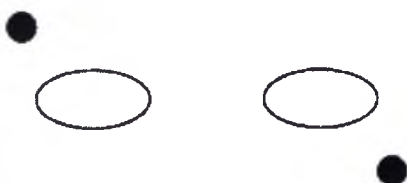

Рис. 31. Схема наложения электродов в области глаз пациента
- 3) Для регистрации сигнала ЭОГ можно использовать чашечковые электроды, предварительно заполненные токопроводящей адгезивной пастой, или одноразовые электроды с коннектором «кнопка» и соответствующими кабелями отведения. Согласно рекомендациям AASM требуется накладывать 2 электрода: один на 1 см выше наружного угла правого глаза, второй на 1 см ниже наружного угла левого глаза (рис. 31). Референтным электродом для обоих вышеуказанных выступает наложенный ранее электрод в позиции M2. Перед наложением электродов кожу пациента требуется обезжирить с помощью спиртовой салфетки. Наложённые чашечковые электроды дополнительно закрепите медицинским пластырем. Подключите наложенные электроды кабелями отведения к блоку усилителя согласно монтажу.